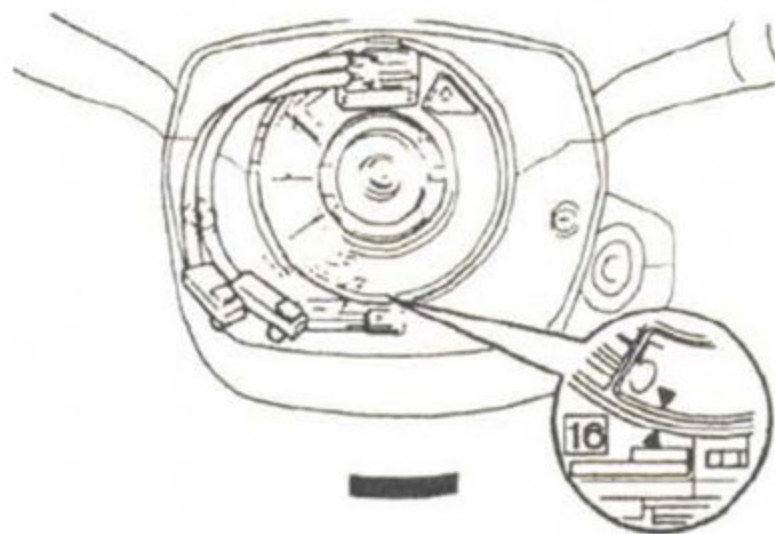

图 2-16
(1) 检查点火开关位于 OFF 位置。
(2) 检查蓄电池负极端子断开。注意：在拆下端子 90s 后才可以进行操作。
(3) 用手逆时针放置电缆盘，直到变得难以旋转为止。
(4) 顺时针旋转电缆盘大约 2.5 圈，对齐标记，如图 2-16 所示。注意：电缆盘可以绕中心左右双向旋转 2.5 圈。